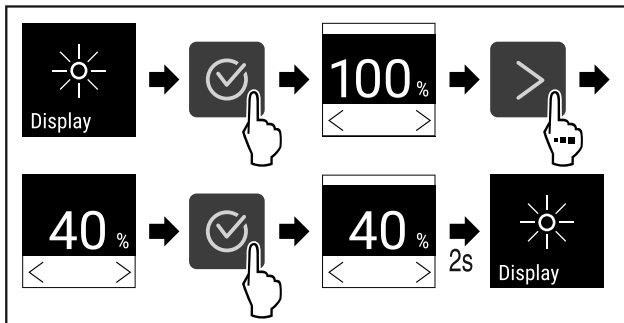

Fig. 82
- ▶ Hajtsa végre a művelet lépéseit (lásd Fig. 82) .